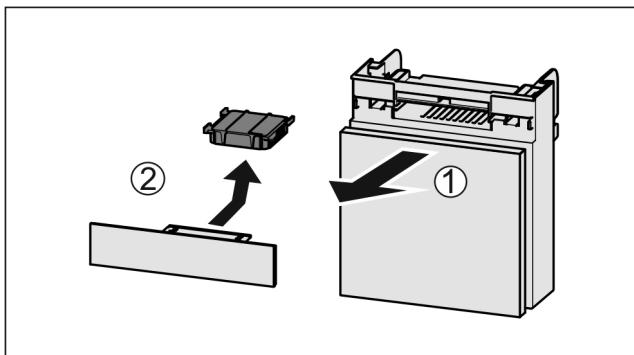

Fig. 59
- Zásuvku vytáhněte dopředu Fig. 59 (1).
- Filtr s aktivním uhlím vyjměte Fig. 59 (2).